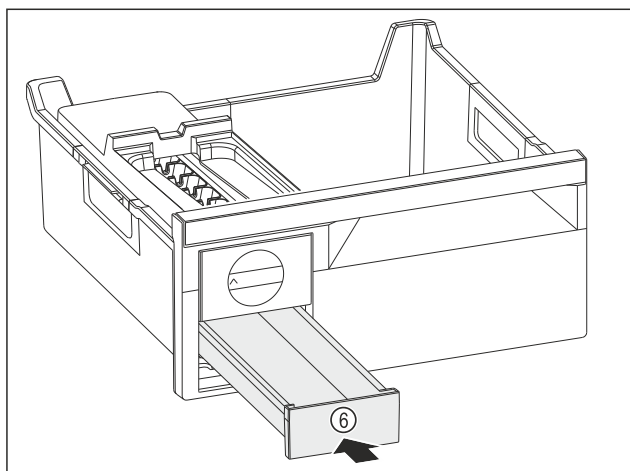

Fig. 126
- Shtyni brenda sirtarin e kubave të akullit Fig. 126 (6).